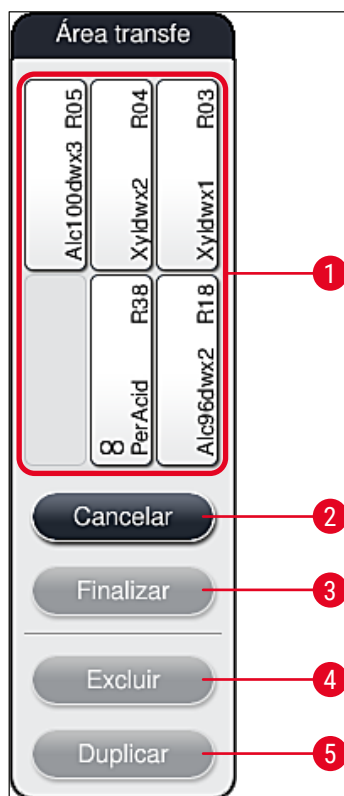

Fig. 64
3. Após a confirmação, a **Área transferência** (→ "Fig. 64") abrirá, sendo possível mover ali até 6 estações de reagentes (→ "Fig. 64-1").